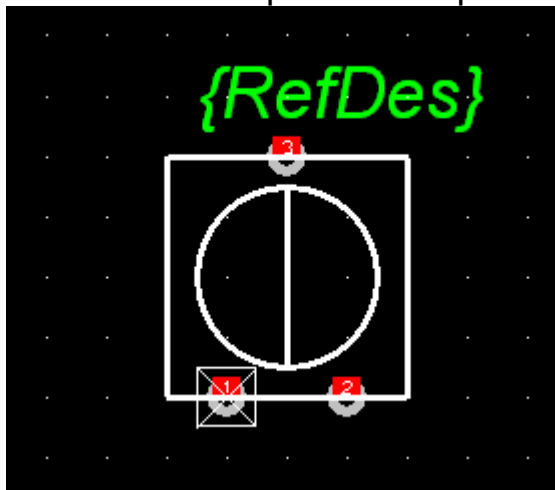

Рис. 11 Посадочное место подстроечного резистора (**Grid=2.5mm**)
3.3 Посадочное место изображено на рис. 11.